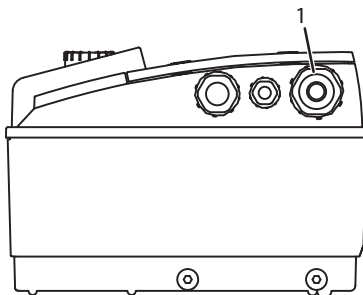

Fig. 22: Kabelförskruvning M25
- Nätkabeln ska föras in genom kabelskruvförbandet M25 (fig. 22, pos. 1).